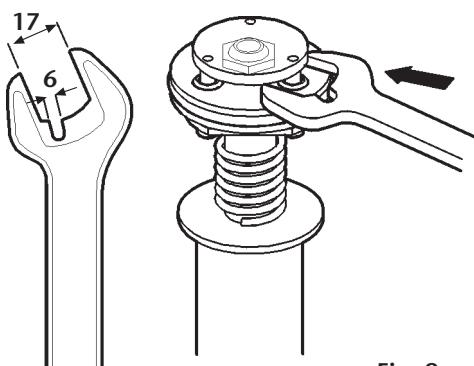

Fig. 9
1. Secure the air motor body (16) in a suitable way and loosen the four screws (13) to remove the air motor dolly (1).
2. Check the upper spring (2) and the spring stop (3) inside the air motor dolly (1). Replace if damaged.
3. Remove the lower circlip (15) and muffler (14) and pull up the inverting set (4) until the hole in pump piston (8) becomes visible in the opening where the muffler was removed. Insert a steel rod (8 mm) in the hole to lock the piston.
4. Use a prepared 17mm wrench (see fig. 9) to remove the inverting set (4).
1. Fijar el cuerpo motor (16) adecuadamente y soltar los cuatro tornillos (13) para retirar la cazoleta (1).
2. Verificar el muelle superior (2) y el tope muelle (3) en la cazoleta (1). Sustituir en caso de deterioro.
3. Desmontar el anillo de seguridad (15) inferior y el silenciador (14) y tirar el conjunto inversor hacia arriba hasta que el agujero en el vástagos (8) quede visible en la apertura donde el silenciador fue quitado. Introducir una varilla acerada (8mm) en el agujero del pistón para bloquear el mismo.
4. Desenroscar el conjunto inversor (4) con una llave fija de 17mm preparada (Fig. 9).
1. Fixer correctement le corps moteur (16) et dévisser les 4 vis (13) pour désolidariser la cassolette (1).
2. Procéder au contrôle du ressort supérieur (2) ainsi que de la butée de ce dernier (3) qui se trouvent dans la cassolette (1). Remplacer ces pièces si nécessaire.
3. Démonter l'anneau de sécurité (15) inférieur et le silencieux (14) et tirer l'ensemble inverseur vers le haut jusqu'à ce que l'orifice du piston (8) soit visible et ce, au niveau où le silencieux a été enlevé. Introduire une baguette en acier (8mm) dans l'orifice du piston pour bloquer ce dernier.
4. Desserrer l'ensemble inverseur (4) à l'aide d'une clé fixe préparée de 17 mm (voir Fig.9).
1. Den Luftmotor (16) sichern und die 4 Schrauben (13) lösen, um den Deckel zu entfernen.
2. Die obere Feder (2) und die Federhalterung (3) innerhalb des Deckels überprüfen. Falls beschädigt, ersetzen.
3. Die untere Feder (15) und den Dämpfer (14) entfernen und den Umkehrschalter soweit herausziehen, bis die Öffnung im Pumpkolben sichtbar wird, aus der der Dämpfer entfernt wurde. Eine 8 mm Stahlstange in dieses Loch einführen, um den Kolben zu blockieren.
4. Mit einem vorbereiteten 17mm-Schraubenschlüssel (Bild 9), wird der Umkehrschalter (4) abgeschraubt.